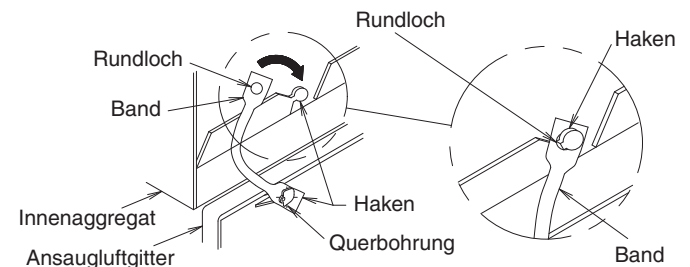

Abb. 35
- Hängen Sie bei der Installation des Ansaugluftgitters den Riemen des Ansaugluftgitters an den hängenden Teil des Innenaggregats, siehe Abb. 35.